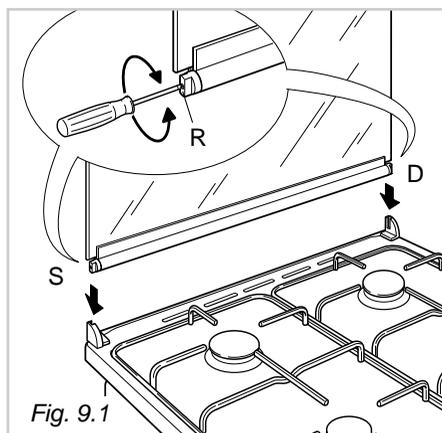

Fig. 9.1
- nella sede destra deve essere montata la cerniera con la stampigliatura "D" mentre nella sede sinistra la cerniera con la stampigliatura "S" (Fig. 9.1)
Eventualmente registrare la taratura delle molle delle cerniere ruotando le viti (R) in senso orario (fig. 9.1).